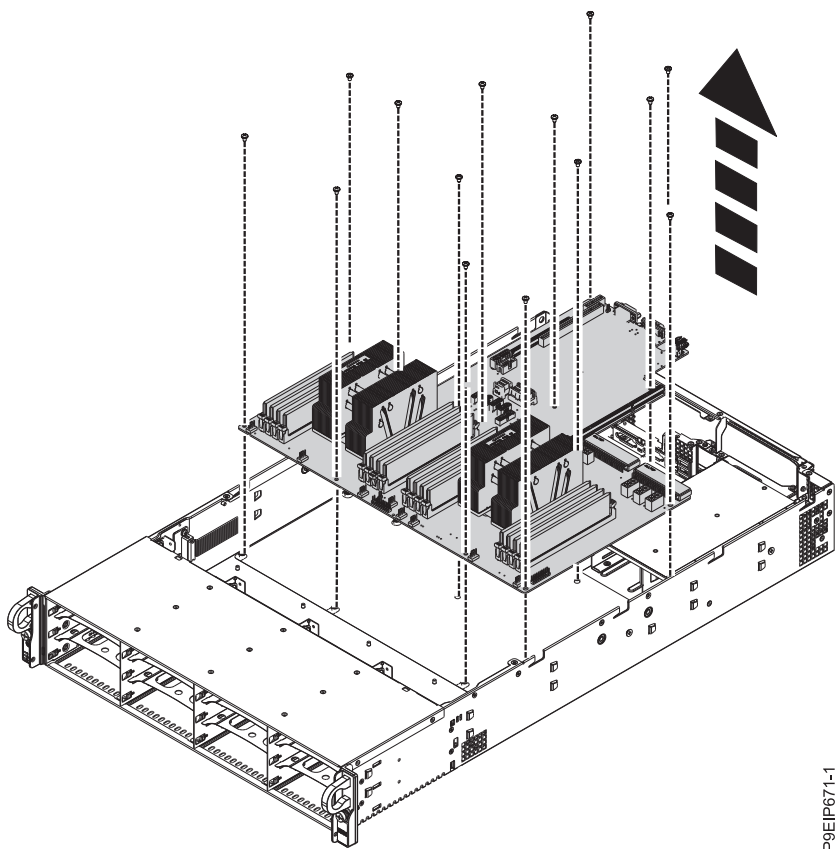

Figura 68. Levantando a painel traseiro do sistema
12. Segurando o dissipador de calor do processador, mova cuidadosamente o painel traseiro do sistema um pouco para a frente e para cima para removê-lo do chassi. Consulte o Figura 68 na página 59.